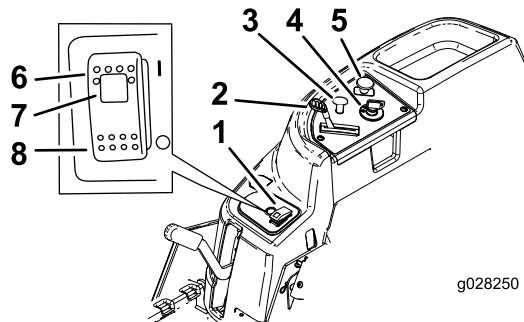

Figura 6
O acelerador controla a velocidade do motor e tem uma engrenagem de variação contínua da posição LENTA para RÁPIDA (Figura 6).
O interruptor de controlo das lâminas, representado por um símbolo de tomada de força (PTO), ativa e desativa a potência das lâminas do cortador (Figura 6).
- Pressionando o interruptor SmartPark™ para a posição LIGAR (Figura 6).